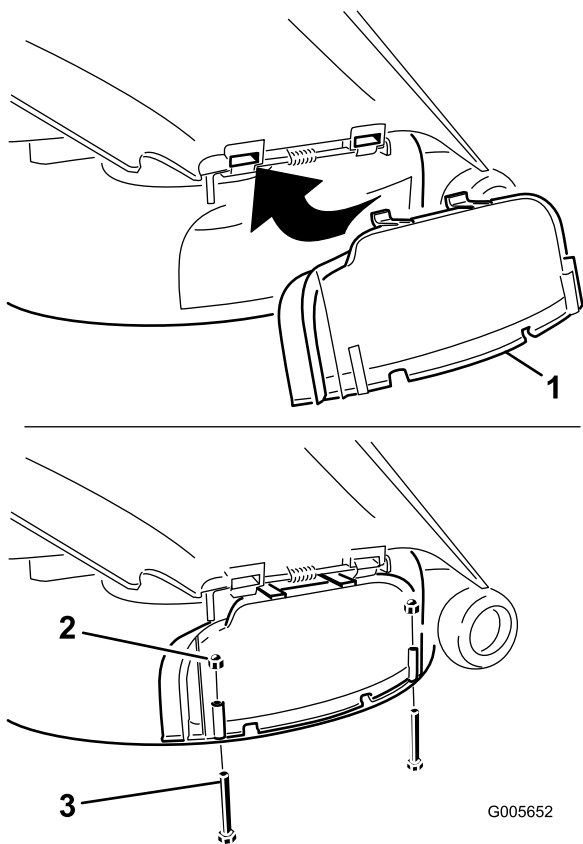

Figura 28
3. Sollevate il deflettore d'erba e fate scorrere le linguette sopra il coperchio dello scarico sotto l'asta di ritenuta del deflettore d'erba. Ruotate il coperchio dello scarico verso il basso sull'apertura e sul bordo inferiore del tosaerba (Figura 28).
4. Fissate il coperchio dello scarico sul bordo inferiore del tosaerba con due bulloni (1/4 x 2-1/2 poll) e due dadi (1/4 pollice) come indicato nella Figura 28.